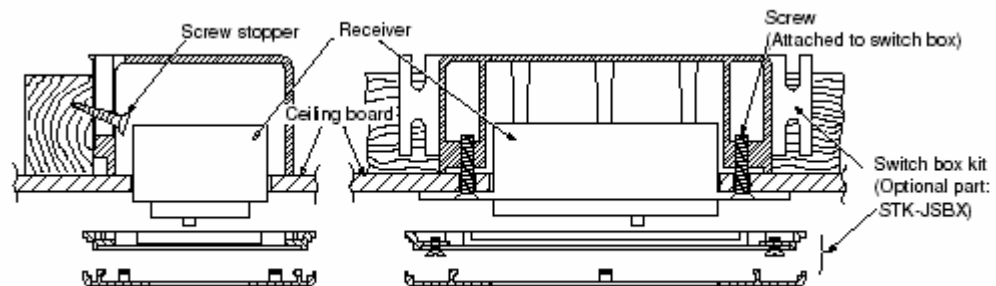

Fig. 31b
- 3) Montez le récepteur (Figure 31b)